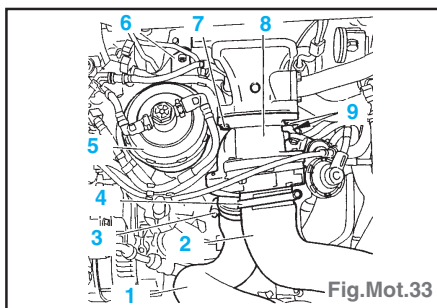

Fig.Mot.33
- Vidanger, écarter le filtre à carburant (5), déposer son support (6) et obturer (Fig.Mot.33).